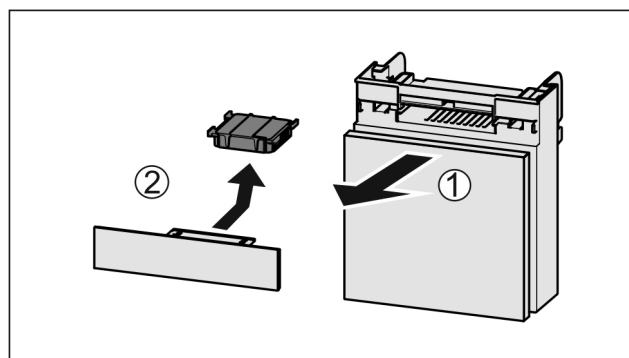

Fig. 136
- ▶ Вытянуть Fig. 136 (1) отделение движением вперед.
- ▶ Извлечение Fig. 136 (2) фильтра с активированным углем.